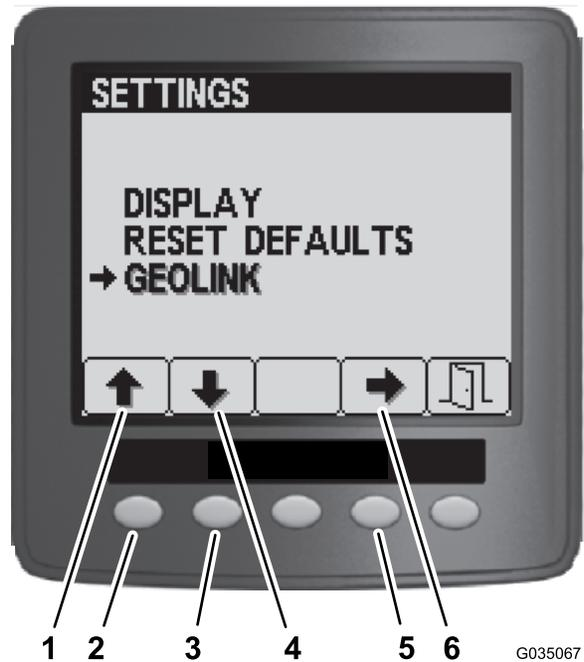

Figura 101
4. Nel menu Impostazioni, premete il pulsante 1 o il pulsante 2 fino a quando non viene evidenziata l'opzione GeoLink e premete il pulsante 4 per navigare al menu GeoLink (Figura 101).